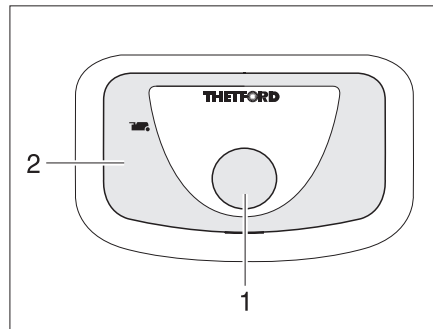

Bild 146 Spülknopf/Kontroll-Leuchte
- Zum Spülen den blauen Spülknopf (Bild 146,1) drücken.
Die Kontroll-Leuchte (Bild 146,2) leuchtet, wenn die Thetford-Kassette entleert werden muss.
- Den Schieberhebel (Bild 146,1) im Uhrzeigersinn schieben. Der Schieber wird geschlossen. Zum Entleeren **muss** in der Thetford-Toilette der Schieber geschlossen sein.